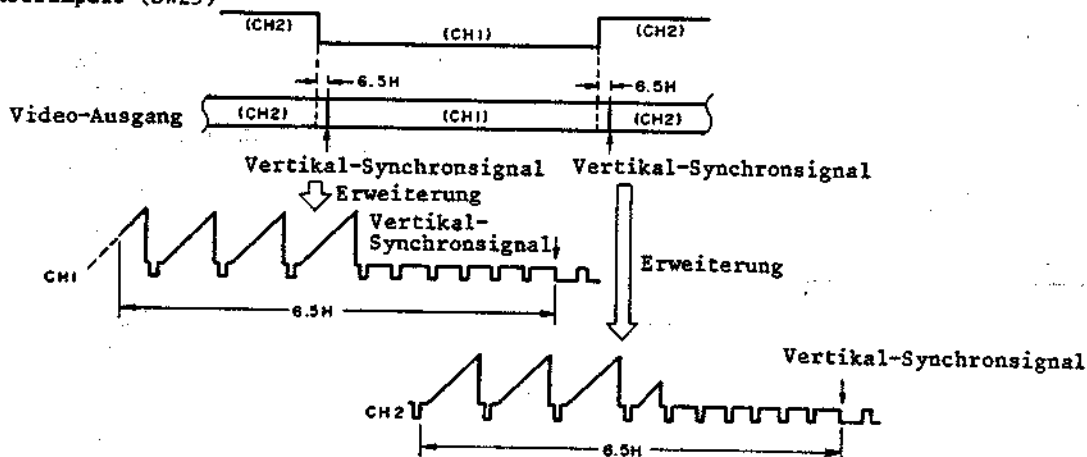

Abb. 4-106 Kopfwechsellpunkt
## (2) Kopfwechsellpunkt (Abb. 4-106, 4-151)